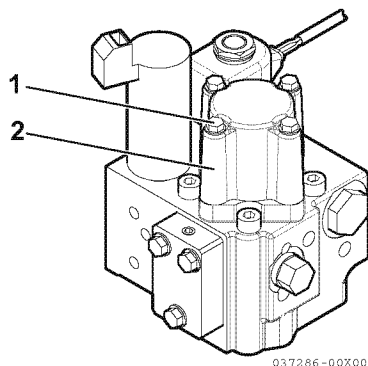

Figure 4
1. Retirez les quatre boulons de montage (1, **Figure 4**) de la soupape de traîne électrique (2, **Figure 4**).